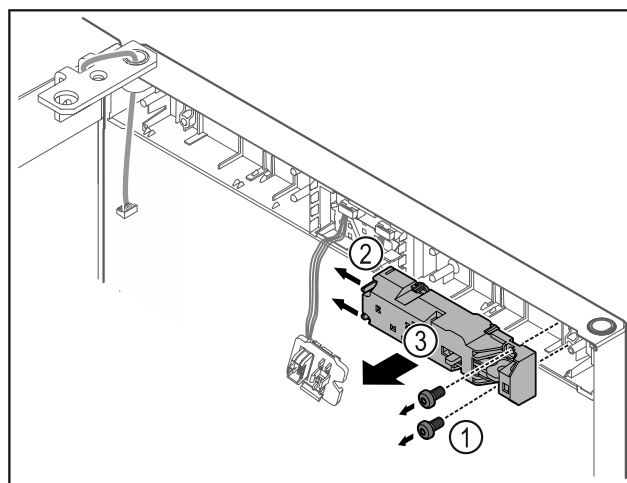

Fig. 20
- Odvrnite vijke Fig. 20 (1).
- Pritisnite jezičke Fig. 20 (2) na stranu i skinite daljinsku bravu Fig. 20 (3).